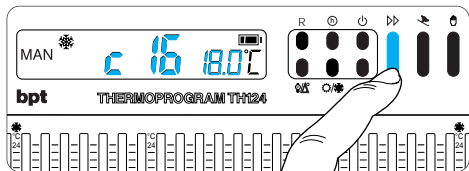

Fig. 37
**11.2** - Premere il pulsante **▶▶** (fig. 37) per visualizza-